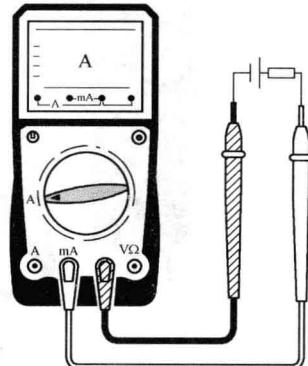

图 1-9 直流电流测量
- 1) 根据测量电流的大小选择适当的电流测量量程，如图 1-9 所示。